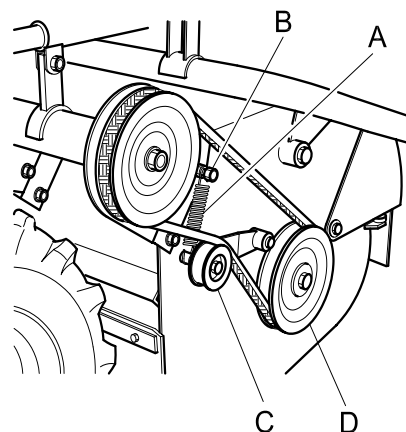

Abbildung 10
- Feder (Abb.10 Pos. A) von der Schraube zur oberen Befestigung (Abb.10 Pos. B) entfernen, damit der Riemenspanner (Abb.10 Pos. C) frei bleibt und automatisch herunterkommt.
- Riemen durch Drehung der unteren Riemenscheibe (Abb. 10 Pos. D) entgegen der Uhrzeigerrichtung herausziehen.